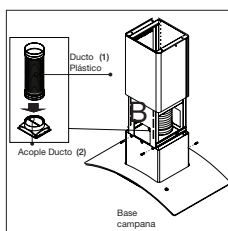

Fig. 31
- Inserte el ducto plástico de evacuación (1) al acople campana (2), ver fig. 31 (tenga en cuenta el tipo de evacuación que usará la campana para así conectar el ducto). Luego realice la conexión eléctrica de la campana.
- Mantenga los ductos arriba para poder atornillar la base de la campana con el anclaje telescópico inferior, utilice 4 tornillos milimétricos zincados M6 incluidos en la bolsa de accesorios y asegúrelos con sus respectivas tuercas tipo POP. Ver fig. 31.